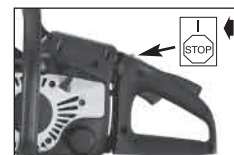

Bild. 9A
1. Schieben Sie den AN/AUS-Schalter auf die AN "I" Position. (Bild. 9A)